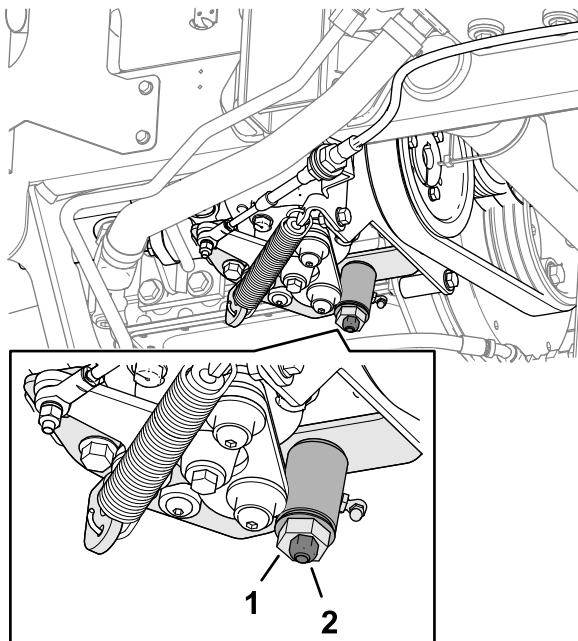

Figure 70
3. Desserrez le contre-écrou de la came de réglage de transmission (Figure 70).